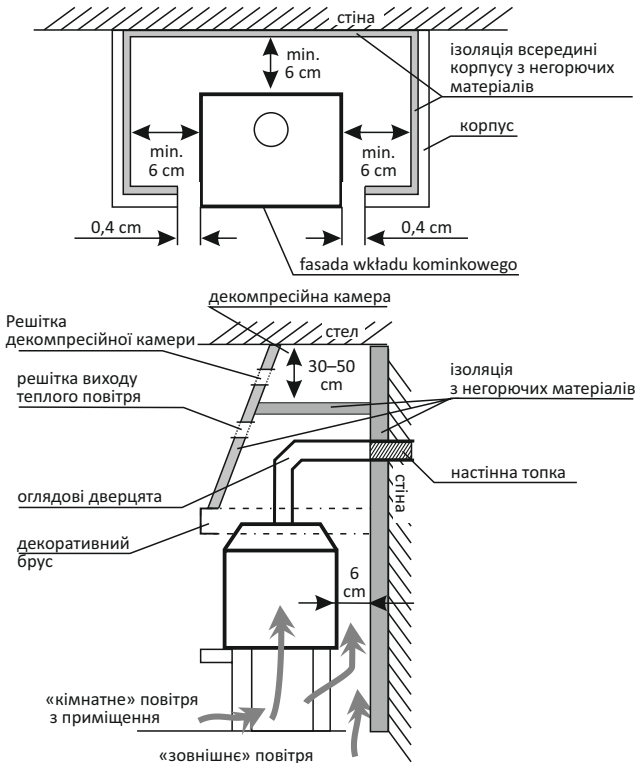

Рис. 3. Приклад способу установки камінної топки – вид зверху і збоку.
- забезпечити конvekцію повітря між стінками топки і стінками корпусу. Для цього слід між ізоляцією стін корпусу, виконаного з негорючих матеріалів, та ребрами камінної топки залишити простір, шириною мін. 6 см (рис. 3),